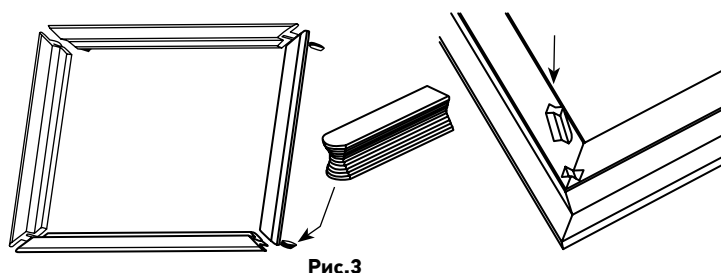

Рис.3
- 3) Собрать раму, используя соединители типа «ласточкин хвост» для соединения 3 или 4 сторон рамы (Рис.3)